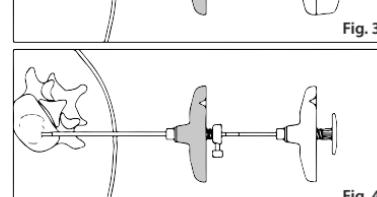

Fig. 4
FIG. 4 Wyjąć uchwyt (B) i wprowadzić tłok (C). Ostrożnie popychać tłok (C), jednocześnie monitorując przepływ cementu pod kontrolą badań obrazowych, aż tłok wejdzie w kontakt z końcówką luer przyrządu do wypełniania (A), aby podać pełną objętość cementu znajdującego się w przyrządzie do wypełniania (A) (patrz Tabela 1).